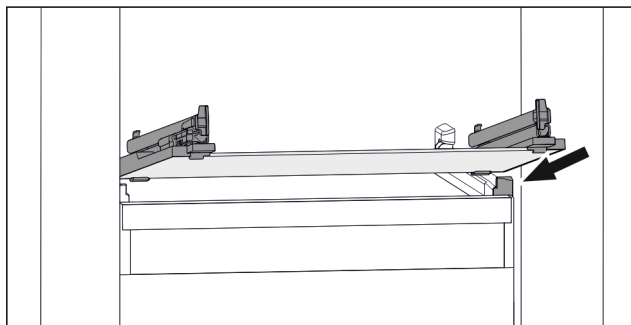

Fig. 138 Примерное отображение стеклянной пластины
- ▶ Наклоняя вниз, установите стеклянную пластину за стопоры. (см. Fig. 138)